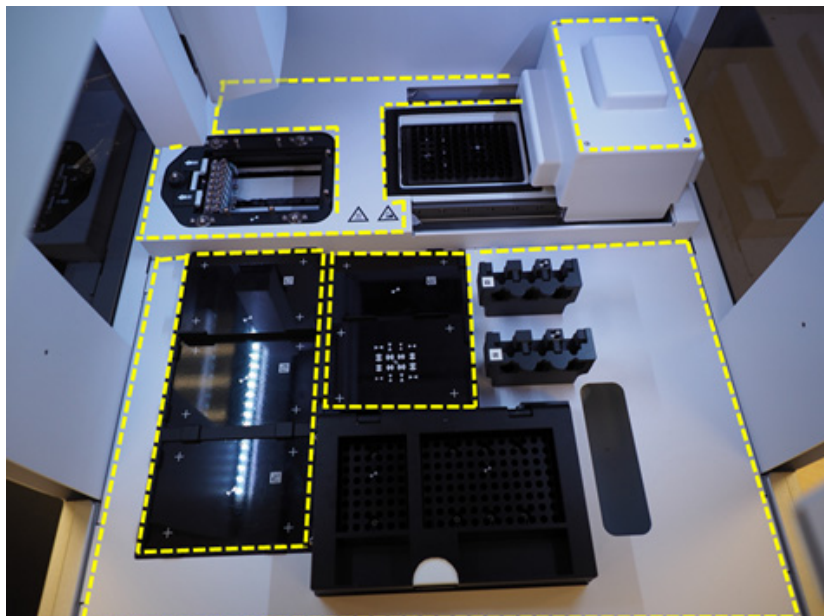

Abbildung 27 Abzuwischende Deckoberflächen
- a **Innenraum des Geräts:** Öffnen Sie die Gerätetür und wischen Sie die in **Abbildung 27** gelb umrandeten Bereiche des Decks mit einem Tuch mit verdünntem Bleichmittel ab. Wischen Sie dann dieselben Stellen erneut mit einem mit 70%igem Isopropylalkohol befeuchteten Labortuch ab.